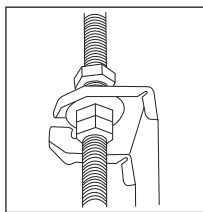

FIG. 40
- Ajuste as porcas das hastes de maneira uniforme, para garantir o equilíbrio da unidade. Fig. 40.